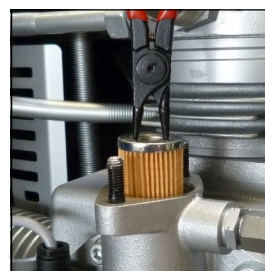

Abb. 3
- Neuen Ölfilter einsetzen (Abb. 3) **Achtung:** Auf die Einbaurichtung achten